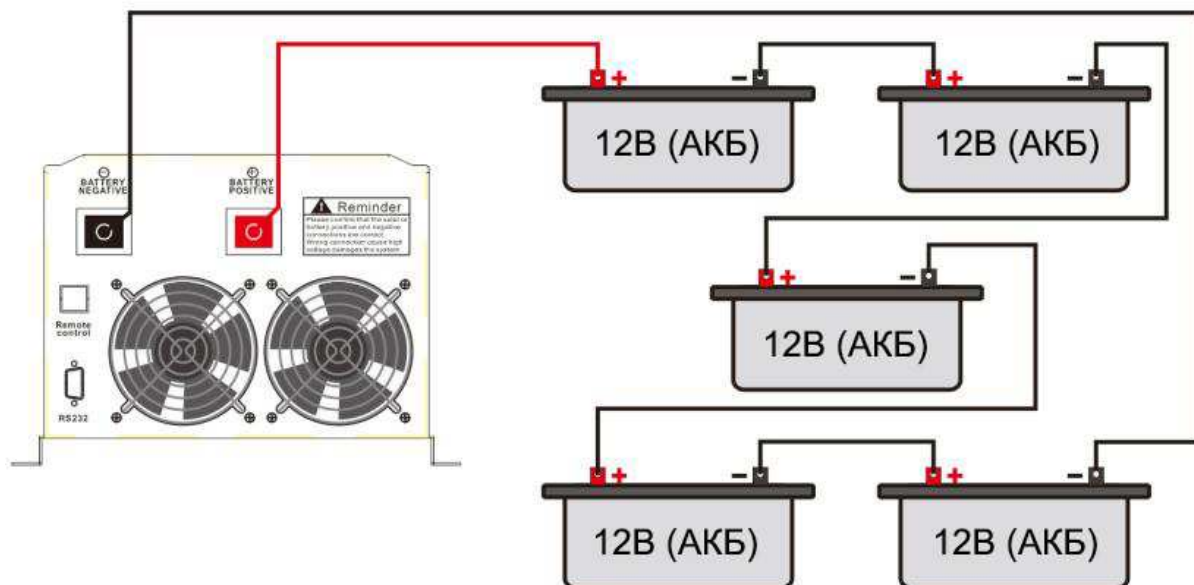

Рис.6
1.4 Схема подключения 60 В: (Рис.6)